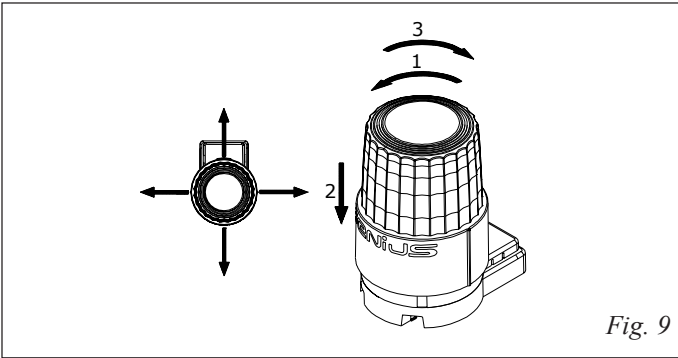

Fig. 9
- a- la calotta può essere orientata con il logo "GENIUS" in quattro posizioni differenti, ogni 90° (Fig. 9).
- a- the cap can be oriented with the "GENIUS" logo in four different positions, every 90° (Fig. 9).